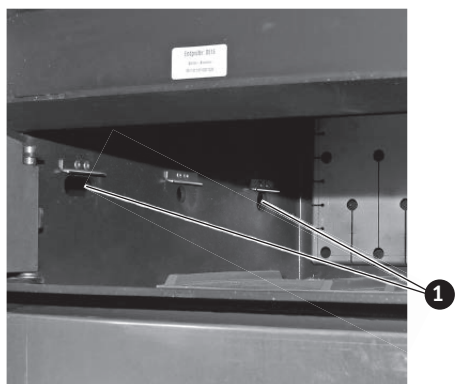

Fig. 64 Einhängenbleche aushängen; Primärluft-Öffnungen kontrollieren
- ▶ Einhängenbleche im Füllraum beidseitig aushängen und die darunter liegenden Primärluft-Öffnungen kontrollieren und gegebenenfalls freimachen – Fig. 64.